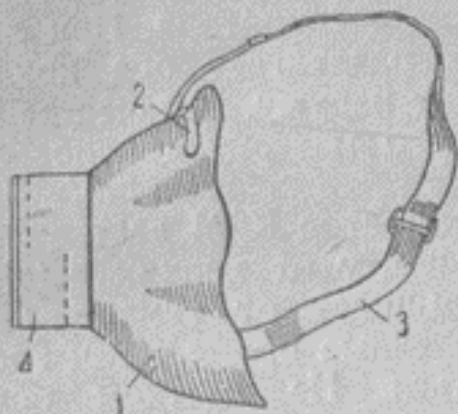

Рис. 1. Противопылевой респиратор конструкции Маршака.
**Респираторы для грубых пылей системы доктора Маршака (бесклапанные).** Респираторы эти представляют собой матерчатую полумаску (рис. 1), закрывающую рот и нос, и состоят из следующих частей: рыльца 1, имеющего в верхней части пластинку 2, которая изгибается по форме носа для более плотного прилегания, и тесемок 3, служащих для держания респиратора на голове. В переднюю часть респиратора вмонтирована жестяная коробка 4, имеющая внутри